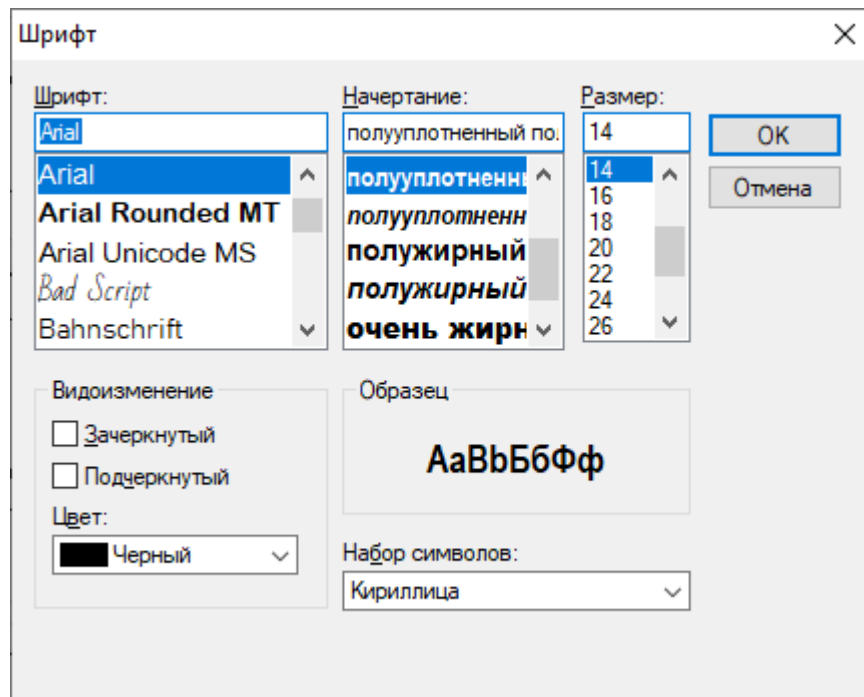

Рис. 6.7. Шрифт
Нажмите кнопку «Шрифт наименований» ... в области «Параметры помещений», чтобы настроить параметры шрифта наименований помещений (см.рис.6.7). После настройки необходимых параметров нажмите «ОК».
- 5) Для наглядности исходных данных, отобразите подпись, тогда над каждым участком пути будет указан его размер - длина/ширина. Отрегулируйте шрифт в диалоговом окне «**Шрифт для подписи**» (аналогично рис. 6.7.). Подписи можно перемещать в нужное место схемы.